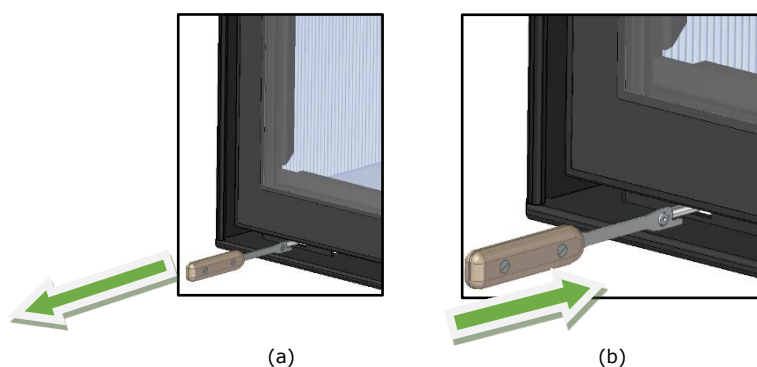

Figure 6 – a) Ouverture registre d'air, b) Fermeture registre d'air
- Pour ouvrir - Tirez le régulateur avec la clé fournie avec l'équipement, pour de meilleures performances et une plus grande consommation de bois, voir Figure 6.
Cela crée également un effet de lavage à grande vitesse de l'air préchauffé sur toute la surface intérieure de la vitre, ce qui permet de garder la vitre propre plus longtemps, voir Figure 6